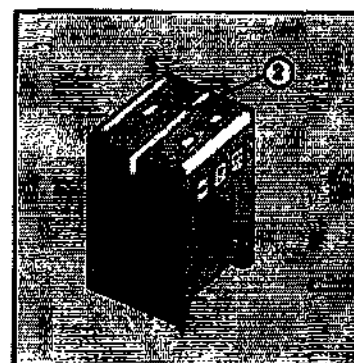

Рис. 3.2.
2. Разрежьте липкую ленту и откройте картонную крышку (см. рис. 3.2).